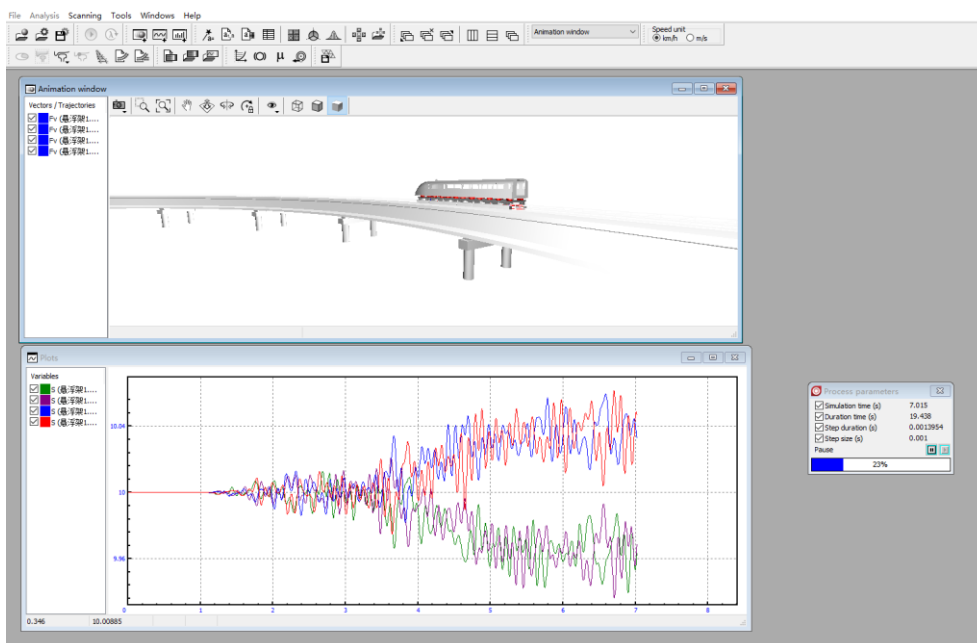

图 3-165
21) 仿真过程如图 3-165，如果将动画窗口最小化，计算会非常快。